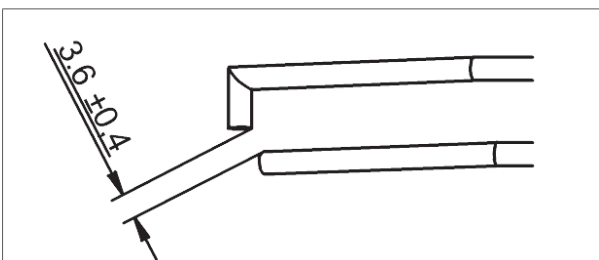

Figure 25 - Écart entre les deux électrodes
- b. L'écart entre les deux électrodes doit être égale à $3,6(\pm 0,4)$ mm (figure 25).